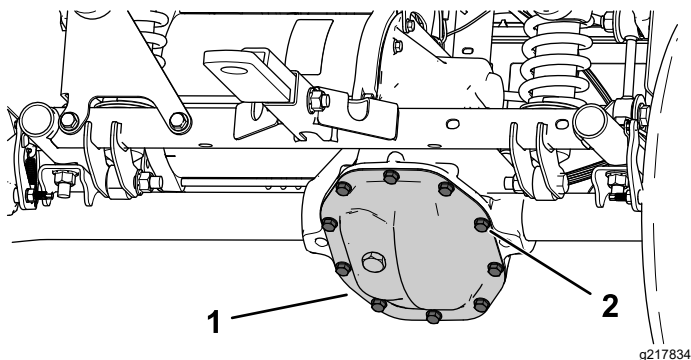

Figura 49
2. Rimuovete i bulloni dalla protezione del transaxle e spurgate completamente il fluido (Figura 49).
1. Allineate una bacinella di spurgo sotto la protezione del transaxle (Figura 49).